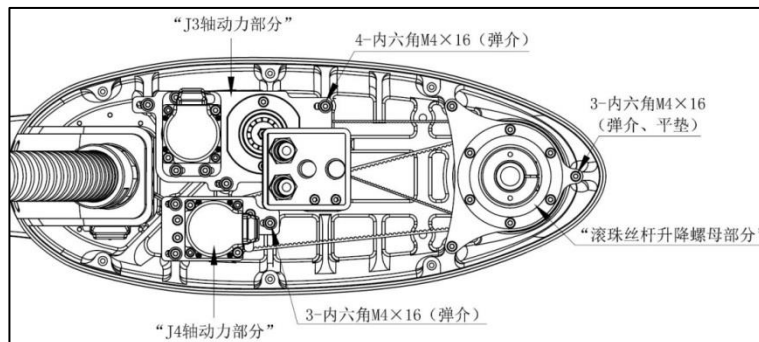

图 5.8 松螺丝示意图
- 1) 如图 5.8 所示，先用内六角扳手拆下 J4 轴动力部分的固定螺丝 3-内六角 M4×16，即可移出 J4 轴动力部分。